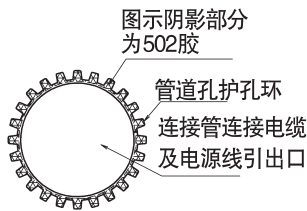

图23
- 去除后，从后面引出时，将管道孔护孔环的内侧涂抹 502 强力胶后装于连接管连接电缆及电源线引出口处，然后再进行连接管、连接线的穿套，见图23。